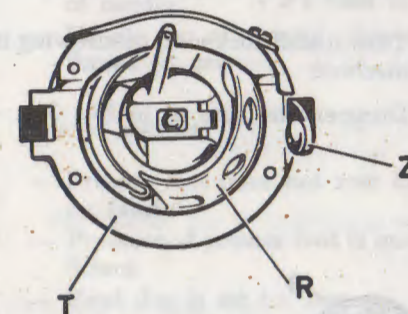

Fig. 29
- Push spring « Z » sideways with thumb of right hand (fig. 29).